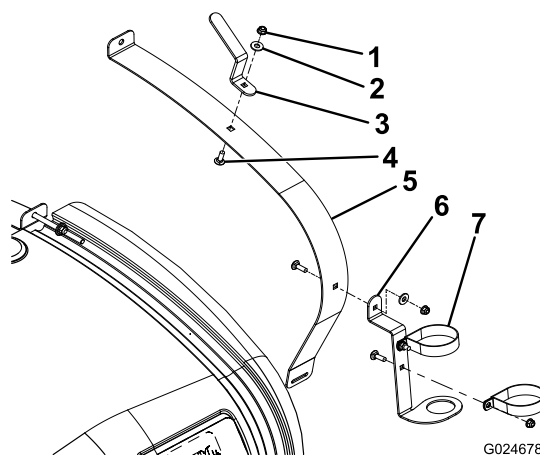
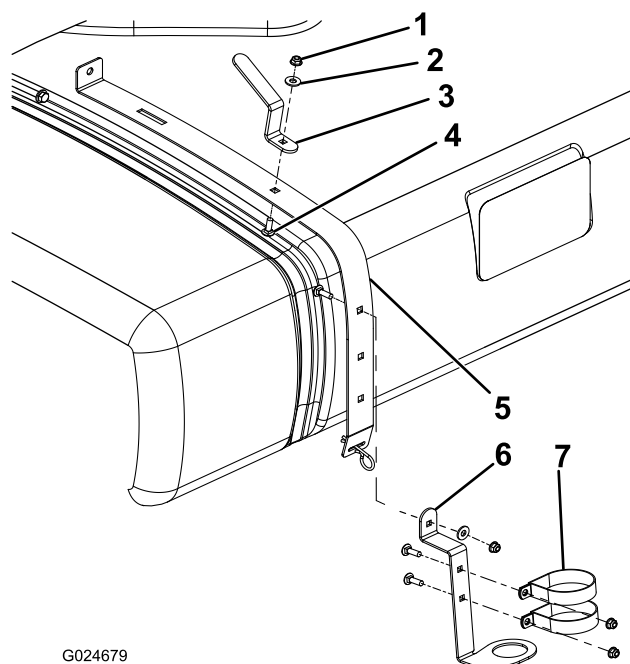

図 1
図 2
- ・ マルチプロ 1750では、右前の固定ベルトをゆるめる（図 1）。
- ・ マルチプロ WMでは、右後ろの固定ベルトをゆるめる（図 2）。
3. スプレーガン・ブラケットを取り付ける；図 1に示すように取り付けるか、図 2 キャリッジボルト、平ワッシャ、フランジヘッドナットを使用する。
4. ホース用フックを取り付ける；図 1に示すように取り付けるか、図 2 キャリッジボルト、平ワッシャ、フランジヘッドナットを使用する。